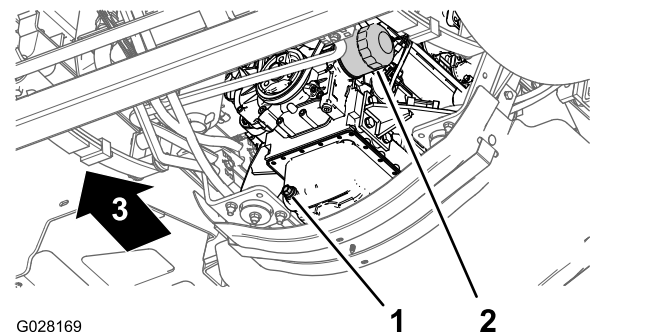

図 71
3. エンジンオイルフィルタの下にオイルを受ける容器をおく (図 71)。
4. 古いオイルフィルタ (図 71) を外す。
8. アダプタにフィルタを取り付け、ガスケットがアダプタに当たるまでフィルタを右に回し、そこから更に 1/2 回転増し締めする 図 71。
1. ドレンプラグの下にオイルを受ける容器をおく 図 71。
2. ドレンプラグ 図 71 を外して排出されるオイルを回収する。